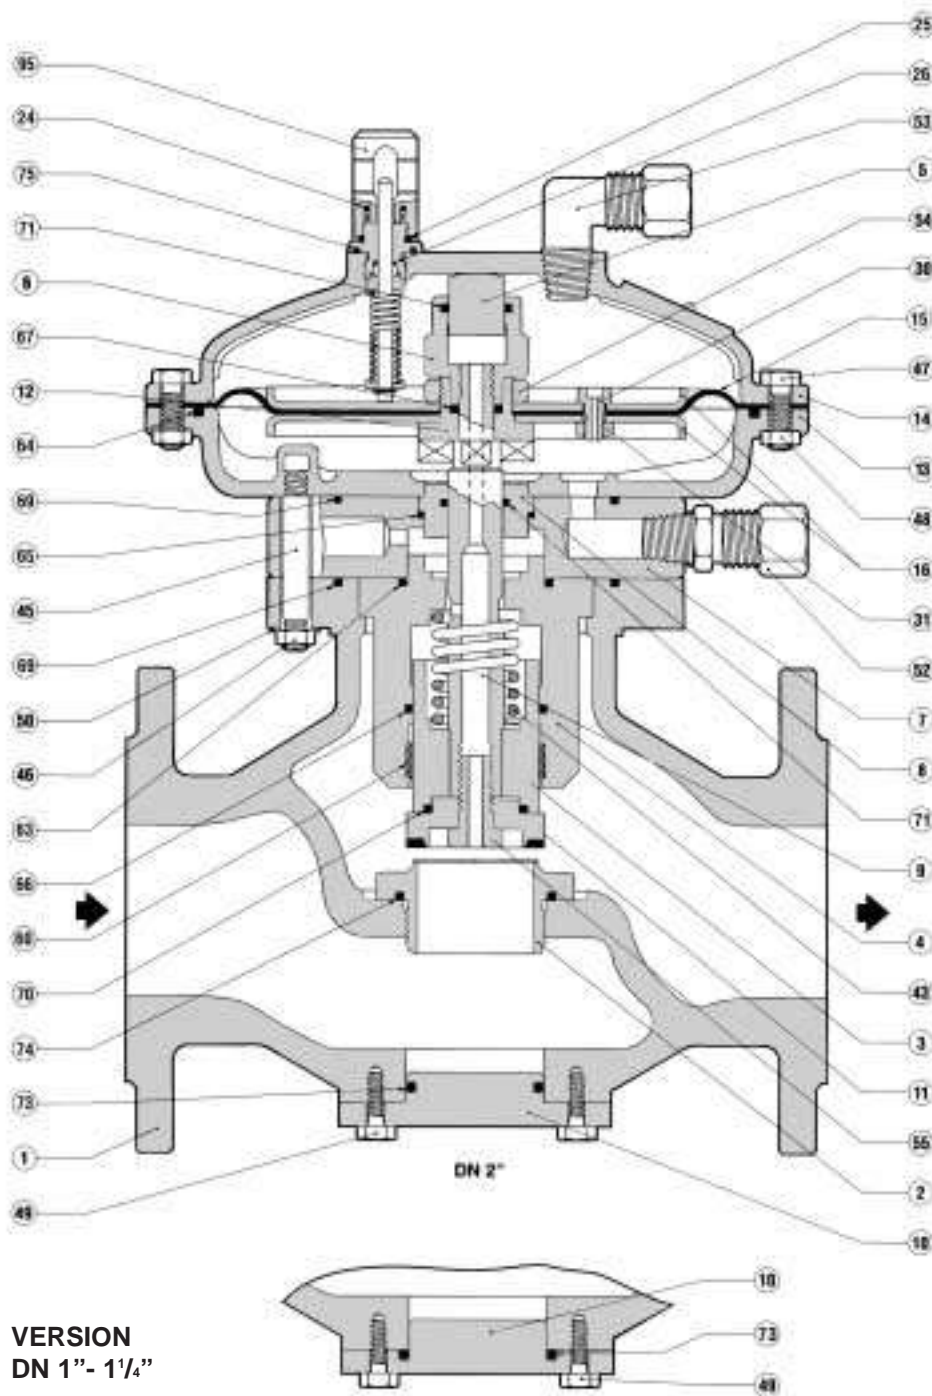

Fig. 18
6.1 Tab. 9 DIXI REGULATOR (FIG. 18 e 21)